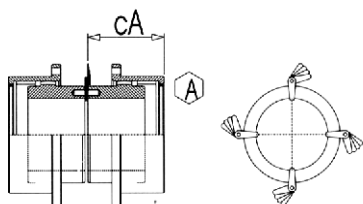

Fig.01
- H.1 Ricercare il valore del disallineamento angolare, elaborando, secondo quanto indicato nello schema sotto riportato, i rilievi del parallelismo di testa tra le superfici frontali di riferimento dei due mozzi. Per i giunti, questo potrà essere fatto inserendo lo spessimetro tra le teste dei due mozzi, eseguendo un primo sondaggio a 360° per individuare la posizione e l'entità minima e massima della luce tra i mozzi. Identificate le posizioni estreme, si dovrà eseguire un rilievo rigoroso su quattro punti fra loro a 90° come **A** in Fig. 01. La massima differenza tra due valori riscontrati a 180° indica il **ΔA**.